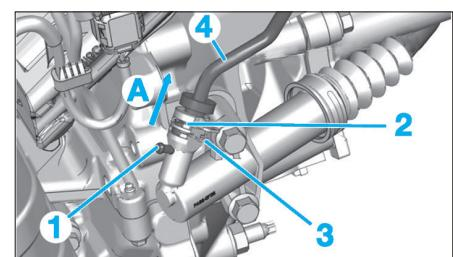

Fig. 15
- Déposer le bouchon de protection de l'orifice de purge (1) (Fig.15).
- Accoupler un tuyau transparent sur l'orifice de purge (1).